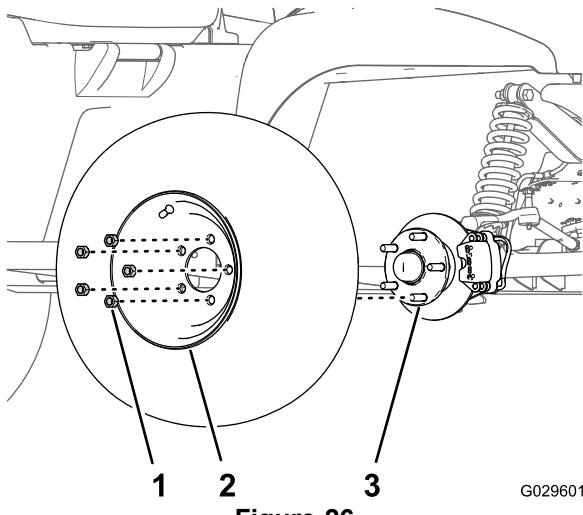

Figure 26
2. Retirez les 5 écrous de roue qui fixent la roue au moyeu (Figure 26).
4. Alignez les trous dans la roue et les goujons du moyeu puis montez la roue sur le moyeu en plaçant la valve à l'extérieur (Figure 26).
5. Fixez la roue sur le moyeu avec les écrous de roue (Figure 26), et serrez les écrous à un couple de 108 à 122 N · m.